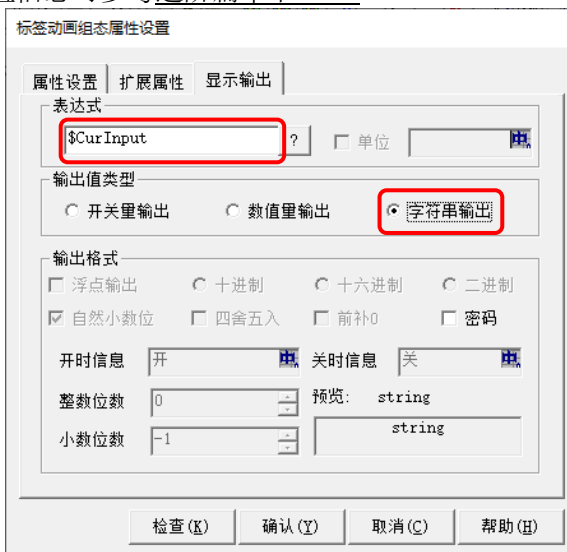

图 2.3-11 系统变量关联
- ② 如图 2.3-11 所示，在【显示输出】→【表达式】，输入系统变量“\$CurInput”，【输出值类型】选择字符串，设置完成后点击【确认】。此时运行工程，通过输入构件激活【数值键盘】窗口，该标签构件将显示：激活的输入键盘输入的当前值。